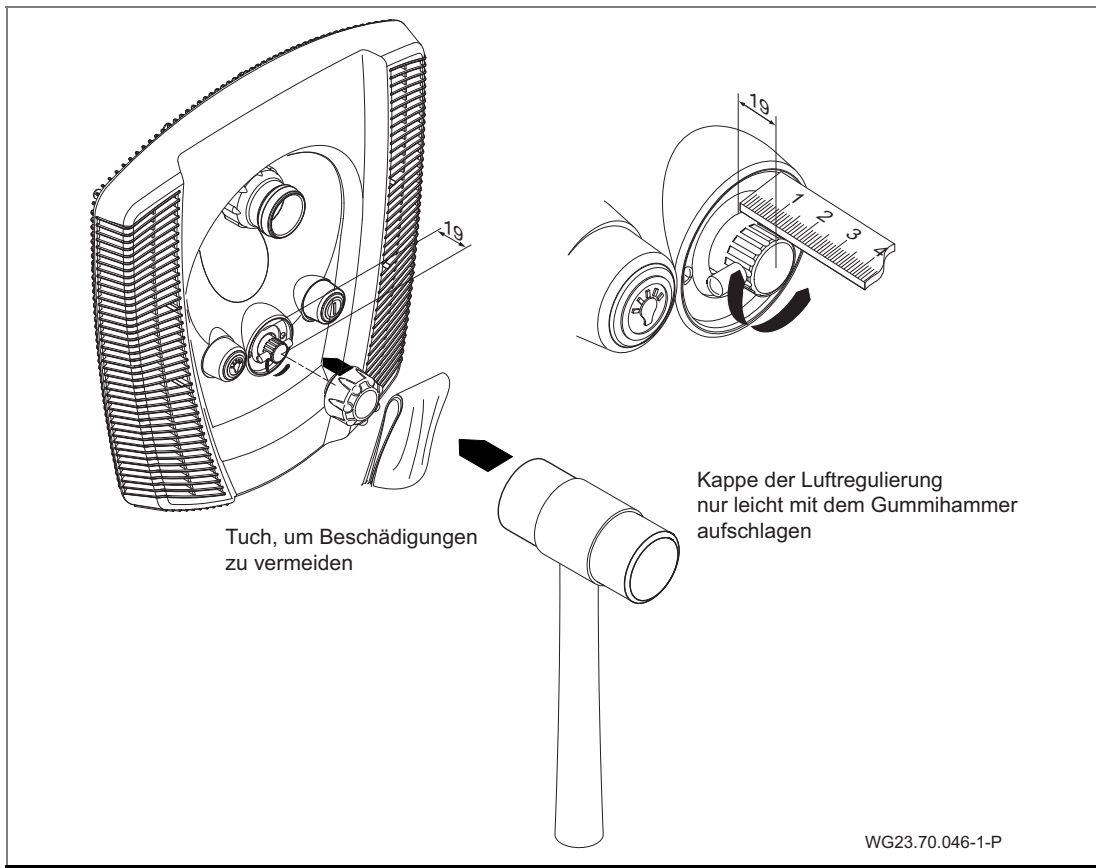

Abb. 19
8. Kappe für Luftregulierung (21) befestigen. (Abb. 19)
9. Jet-Pumpe (92) mit der halben Verschraubung (98, 99, 100), dem Gummiwinkel (79) und den dazugehörigen Klemmen (75) saug- und druckseitig am Einbaugeschäuse anschließen.